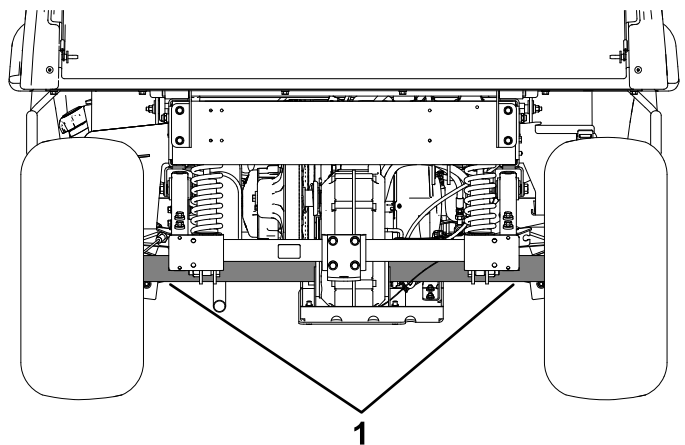

Figure 27
- Le point de levage arrière est situé sous les tubes d'essieu (Figure 27).